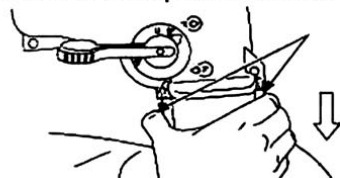

Fig.20
1. En appuyant les anneaux de verrouillage sur les deux côtés du tuyau du sac d'aspirateur, tirer le sac d'aspirateur de l'appareil. (Fig.20)